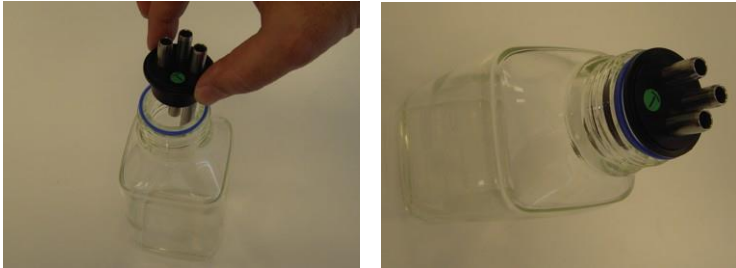

Figura 3-33. Inserción del tapón en el cuello del frasco
3. Inserte el tapón en el cuello del frasco, como se muestra en la Figura 3-33.